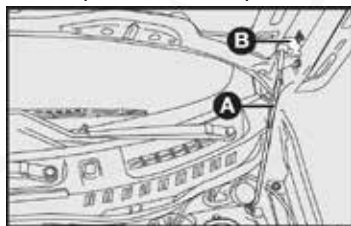

fig. 73
- 3) Levante el cofre por la parte central y al mismo tiempo, libere la varilla de fijación A-fig. 73 de su dispositivo de bloqueo;